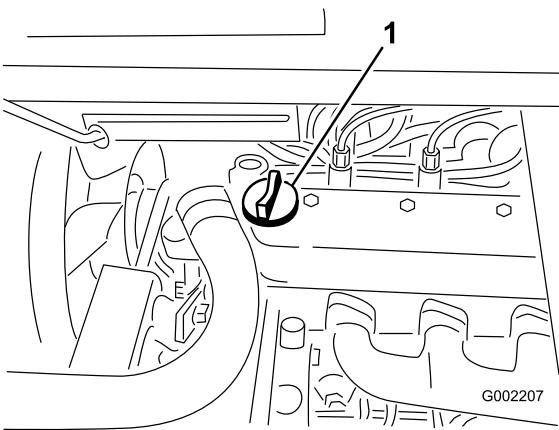

Figure 40
3. Si le niveau d'huile est bas, enlevez le bouchon de remplissage du couvre-culasse (Figure 40) et ajoutez la quantité d'huile nécessaire pour amener le niveau au repère maximum sur la jauge. Reportez-vous à la section Vidange de l'huile moteur et remplacement du filtre à huile, pour connaître le type d'huile et la viscosité qui conviennent. Versez l'huile lentement et vérifiez souvent le niveau durant la procédure. Ne remplissez pas excessivement.